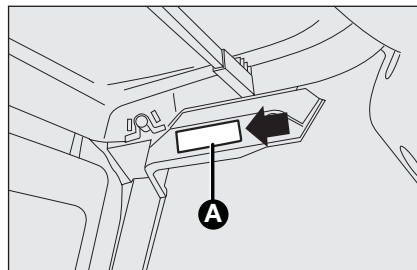

fig. 28
- ☐ Lirk loftslampen **A**-fig. 28 på det viste punkt ved hjælp af den medfølgende skruetrækker.